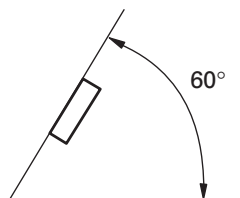

Fig. 4
- Se l'angolo di installazione supera i 60° rispetto alla posizione orizzontale, l'apparecchio potrebbe non fornire prestazioni ottimali. (Fig. 4)